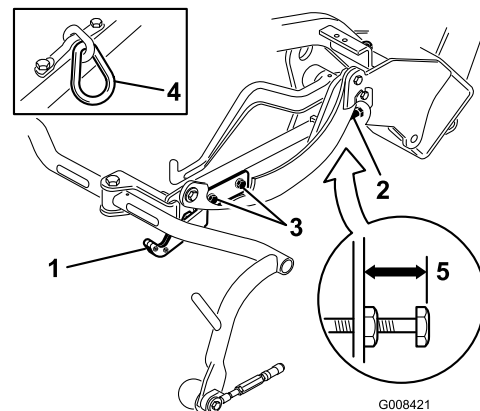
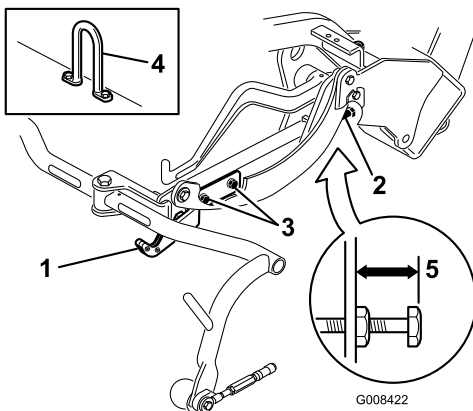
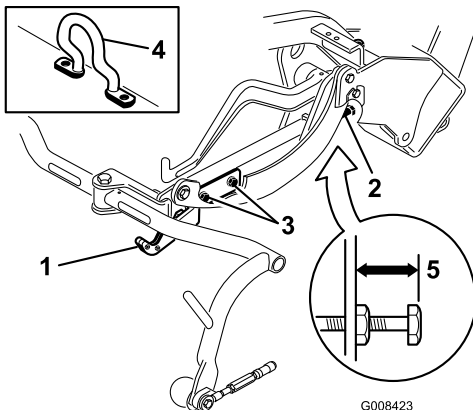

Figura 19
Figura 20
Figura 21
Verifique a altura de transporte (Figura 19 & Figura 20) e ajuste-a, se necessário.
2. Em unidades de corte equipadas com um elo de corrente ou um cilindro de elevação recto (Figura 19 e Figura 20, em destaque) verifique se a distância a partir da parte superior do parafuso de ajuste da estrutura de suporte até à parte posterior da estrutura de suporte é de 22 mm. Se a distância não for de 22 mm, passe ao passo 4. Se a unidade de corte estiver equipada com uma articulação desviada (Figura 21), avance para o passo seguinte.
3. Em unidades de corte equipadas com um elo de corrente ou um gancho de elevação desviado (Figura 21, em destaque) verifique se a distância a partir da parte superior do parafuso de ajuste da estrutura de suporte até à parte posterior da estrutura de suporte é de 25 mm. Se a distância não for de 25 mm, avance para o passo 4.
4. Desaperte os parafusos de montagem da placa de transporte (Figura 19, Figura 20 e Figura 21).
7. Se as estruturas de suporte não estiverem à mesma altura, desaperte a porca de bloqueio no parafuso de ajuste da estrutura de suporte (Figura 19, Figura 20 e Figura 21). Rode o parafuso para fora para elevar e para dentro para descer. Aperte a porca de bloqueio depois de alcançar a altura adequada.